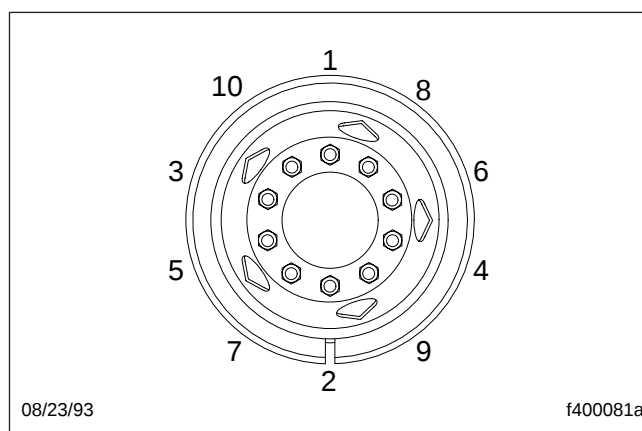
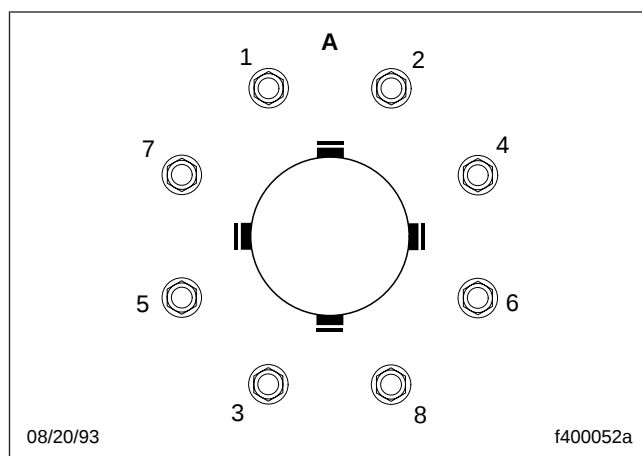

Fig. 12.9, Ordre de serrage, roues à 10 trous
Fig. 12.10, Ordre de serrage, roues à 8 trous
- 19.3 Assurez-vous que tous les écrous de roues sont serrés à un couple de 610 à 678 N m (450 à 500 pi-lb) pour les roues Accuride avec bandes non lubrifiées. Suivez l'ordre de serrage de la **figure 12.9** pour les roues à 10 trous et l'ordre de serrage de la **figure 12.10** pour les roues à 8 trous. Reportez-vous au **groupe 40** du manuel d'atelier du véhicule.